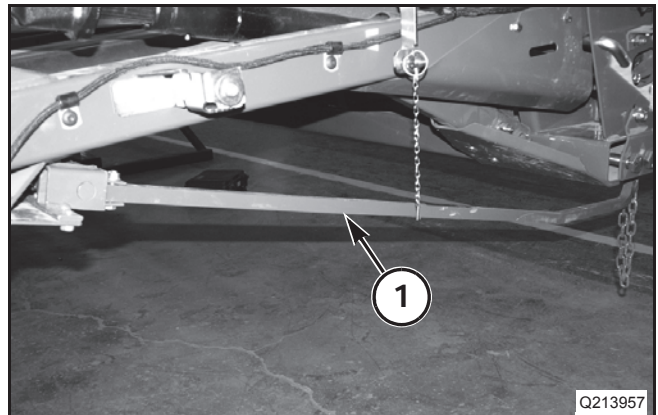

FIG. 26
FIG. 26: El sistema de control de la plataforma utiliza dos astas de arrastre (1), una en cada extremidad de la plataforma, para ajustar automáticamente la altura de la plataforma. Cada asta de arrastre está conectada a un sensor, localizado en la extremidad delantera del asta.